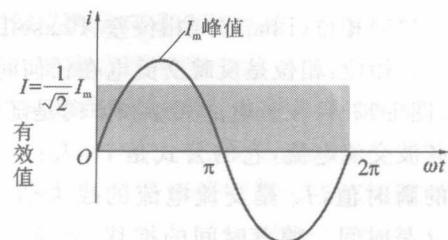

图 1-11 正弦波交流电的峰值和有效值
(11) 交流电的瞬时值(Instantaneous Value)、峰值(Maximal Value)、有效值(Effective Value)和平均值(Average Value)
c. 有效值:有效值是从热效应的角度来描述交流电数值大小的物理量。把直流电和交流电分别通过两个相同的电阻器件,如果在相同时间内它们产生的热量相等,那么就把此直流电的电压、电流作为此交流电的有效值(图 1-11)。